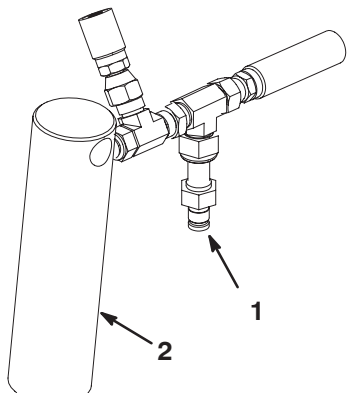

Figure 12
- 2. Connectez un manomètre à la prise d’essai située derrière le vérin de levage gauche (Fig. 12).